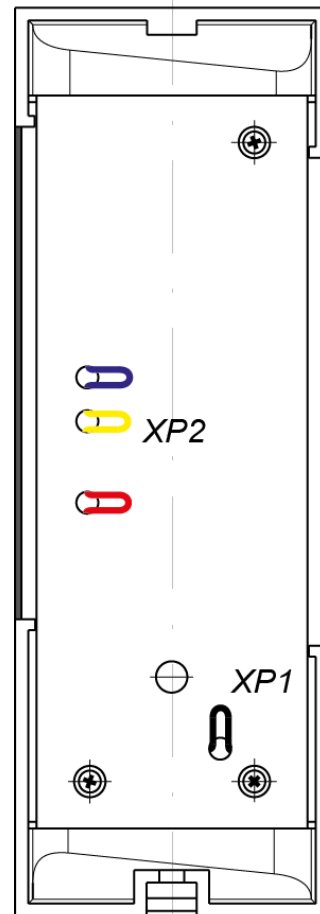

Рисунок 4. Расположение трех перемычек «номер считывателя» (XP2) и перемычки «отключение концевого резистора» (XP1)
Кроме того, на тыльной стороне считывателя расположены четыре переключки проводом (см. рис. 4):
4. При помощи трех перемычек **XP2** (см. рис. 4) установите номер считывателя, для чего в соответствии с табл. 1 необходимые перемычки перекусите кусачками. Разрезанные перемычки не должны контактировать с другими перемычками и с металлическим основанием.
5. С целью предотвращения искажений сигнала на концах линии связи *RS-485* должны быть установлены концевые резисторы. В считывателе **PERCo-IR04.1** такой резистор предусмотрен конструктивно. Если устанавливаемый считыватель не является конечным устройством на линии связи, то на нем необходимо отключить концевой резистор, для чего перекусите перемычку **XP1** (см. рис. 4). Проверьте наличие концевых резисторов на реальных концах линии связи интерфейса *RS-485*.